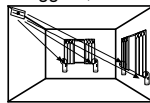

Figura 5
- **Montaggio ad angolo** - scegliere l'angolo opposto alle finestre da proteggere, vedi Figura 5.